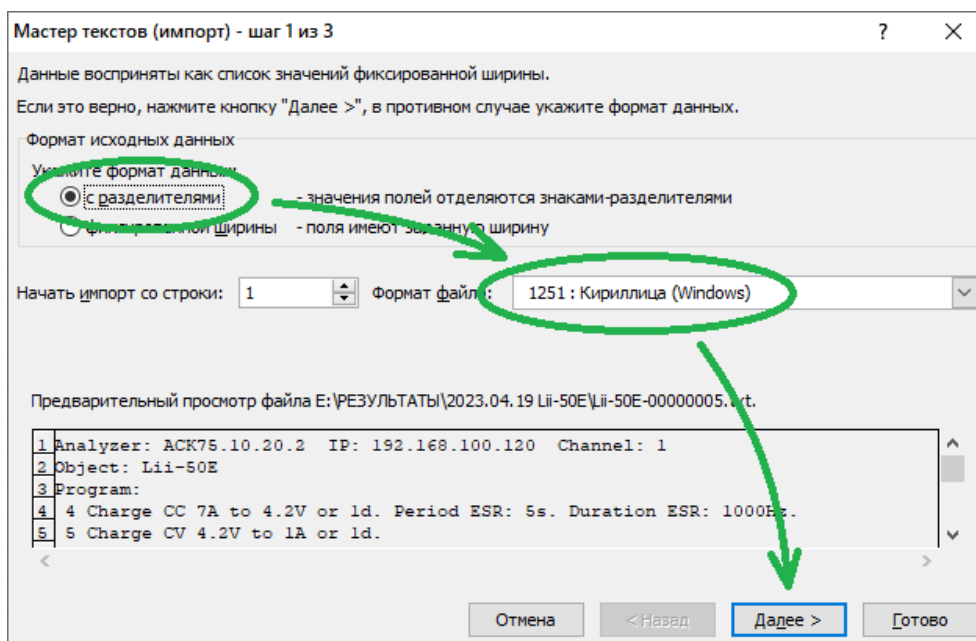

Рисунок 58 - Файлы результатов измерений содержат разделители
- В открывшемся окне "Мастер текстов (импорт) - шаг 1 из 3" выбрать вариант "с разделителями", убедиться, что выпадающем списке "Формат файла" выбран пункт "1251: Кириллица (Windows)", и нажать кнопку "Далее" (см. рисунок 58);